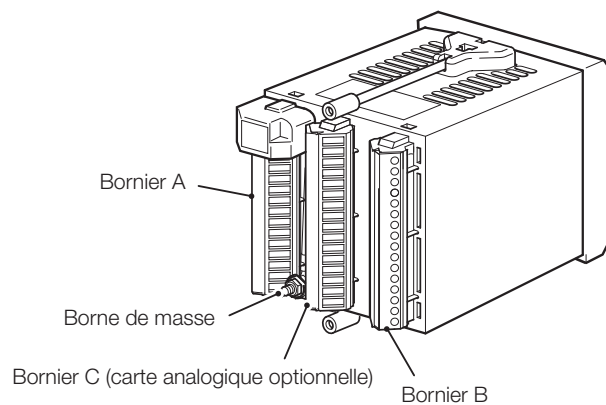

Fig. 6.10 Accès aux bornes, analyseurs montés sur panneau
- La masse de l'alimentation secteur **doit** être obligatoirement connectée à la cosse de terre située sur le boîtier de l'analyseur – voir Fig. 6.8 (analyseurs pour montage mural/sur tuyauterie) ou Fig. 6.10 (analyseurs pour montage sur panneau).
- Mise à la masse (terre) - une borne de terre est montée sur le boîtier de l'analyseur pour assurer la connexion sur la barre collectrice (masse) - voir Fig. 6.8 (analyseurs pour montage mural/sur tuyauterie) ou Fig. 6.10 (analyseurs pour montage sur panneau).
6.5.1 Accès aux bornes – Figure 6.10